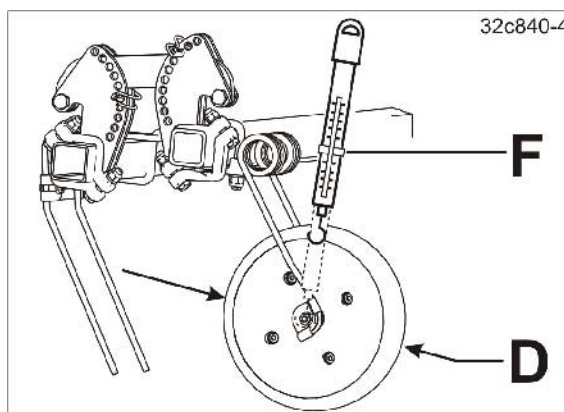

Рис. 181
4. Проверьте давление катков на почву, например, с помощью пружинных весов (см. Рис. 181/1).